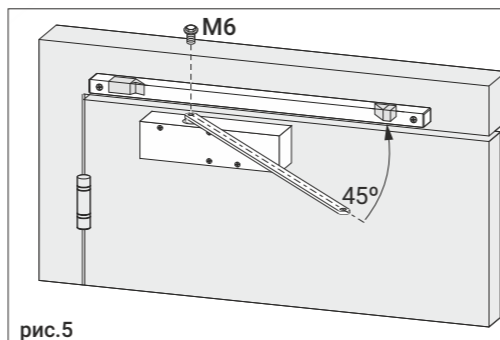

рис.5
3. Закрепите скользящую тягу на поворотную ось доводчика винтом M6 с шайбой под углом 45 град. в горизонтальной плоскости к дверному полотну, рис.5.